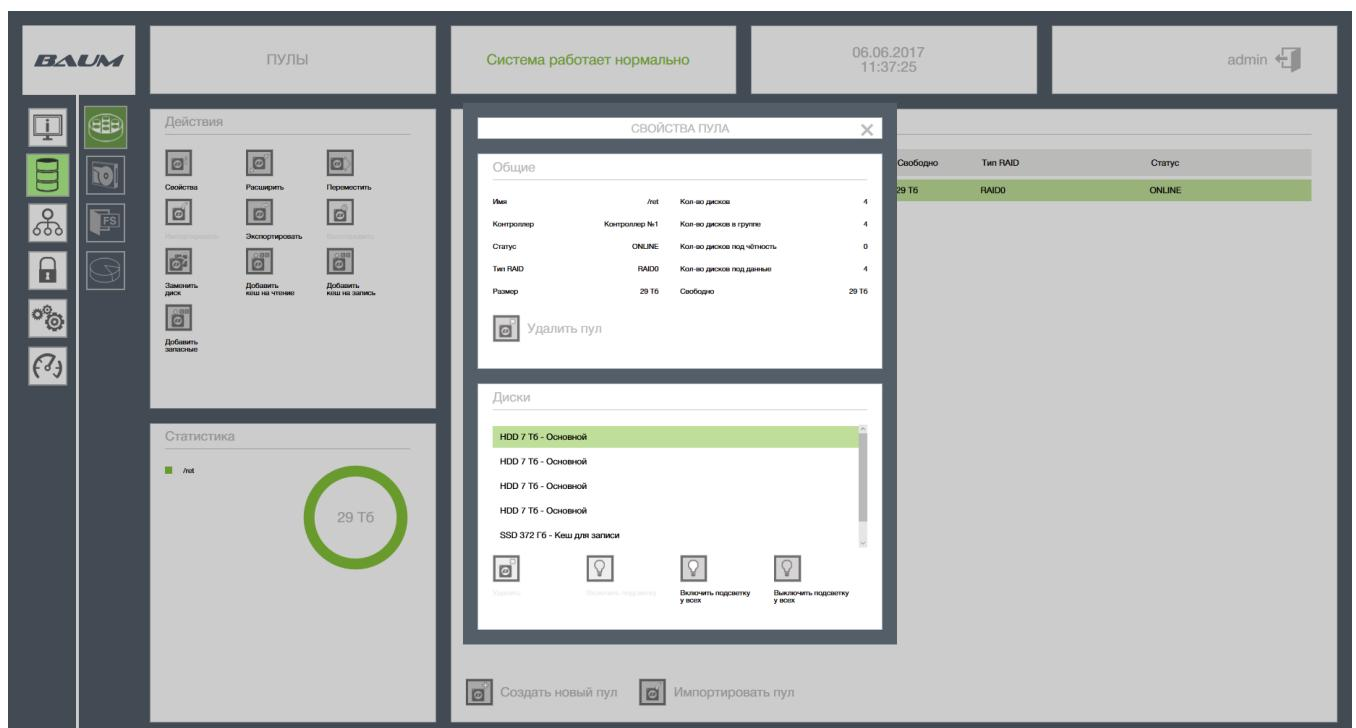

Рисунок 63 – Информация о массиве
- 2) В окне «Пулы» расположена таблица с информацией о пулах. Выбрать строку одного из пулов, нажать на кнопку «Свойства» в окне «Действия».(см. Рисунок 63).